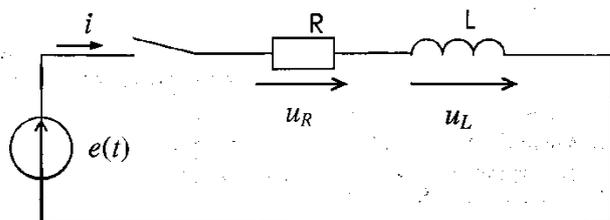

Рис. 20.1
- Эквивалентная схема исследуемой цепи, состоящая из источника ЭДС, резистора R и катушки индуктивности L (рис. 20.1).